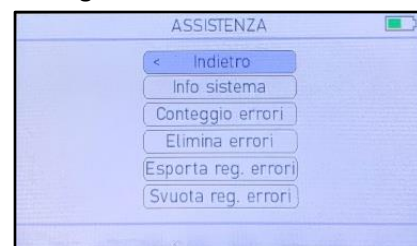
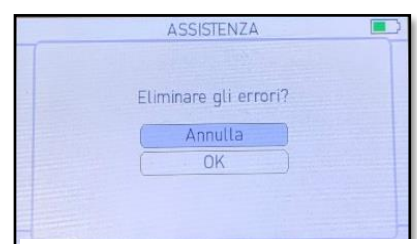

Fig. 47. Servizio
Fig. 50. Cancellare gli errori?
3. Appare la schermata Servizio (vedi fig. 47). Qui è possibile accedere alle informazioni di sistema e ai contatori degli errori, cancellare gli errori ed esportare o svuotare il registro errori.
1. In SERVICE (SERVIZIO) (vedi fig. 47), selezionare System info (Informazioni di sistema) con .
1. In SERVICE (SERVIZIO) (vedi fig. 47), selezionare Error Count (Contatori errori) con .
1. In SERVICE (SERVIZIO) (vedi fig. 47), selezionare Clear Errors (Cancella errori) con . Appare il messaggio Cancellare gli errori? (vedi fig. 50)